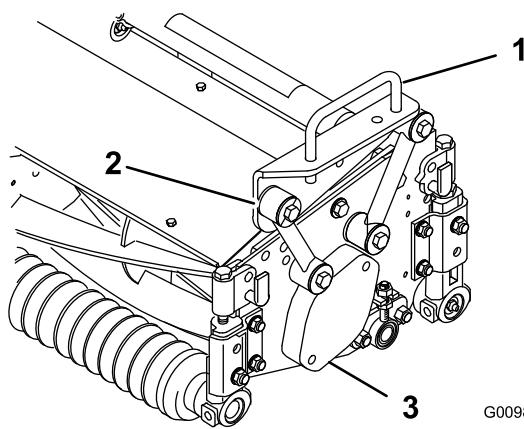
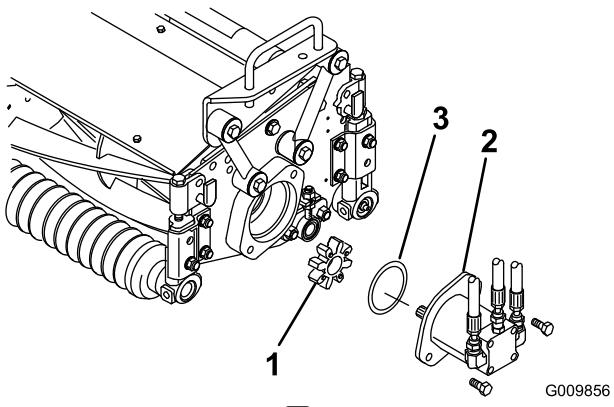

図 4
図 8
2. キャリア・フレームを、各カッティングユニットの取り付け穴に合わせる（図 4）。
3. ボルト (3/8 x 2-1/4 in)、ワッシャ 2 枚、ロックナット 1 枚を使い、図 4 のように各取り付けリンクをキャリア・フレームに取り付ける。取り付ける時にリンクの各側にワッシャを入れる。42 N.m (4.2 kg.m) にトルク締めする。
- 右側カッティングユニットの内側端部からベアリング・ハウジングのカバー (図 4) を取る。そのカバーとガスケット (カッティングユニット付属部品) を外側に取り付ける。ベアリング・ハウジングについているスペイダ・カップリング (図 8) を探し出す。
- 駆動モータのフランジにOリング（カッティングユニットの付属部品）を取り付ける（図 8）。
- モータとスパイダ・カップリングをカッティングユニットの駆動側に取り付け、カッティングユニットに付いているボルト（2個）で固定する（図 8）。